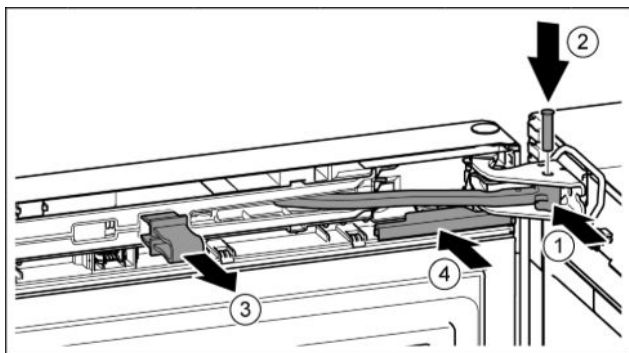

Fig. 20
- ▶ Przegub obrócić w płytce zawiasu. Fig. 20 (1)
- ▶ Sworzeń umieścić w płytce zawiasu i przegubie. Przy tym zwrócić uwagę, aby krzywka zatraskowa została prawidłowo umieszczona w rowku. Fig. 20 (2)
- ▶ Zdjąć zabezpieczenie. Fig. 20 (3)
- ▶ Wsunąć osłonę. Fig. 20 (4)